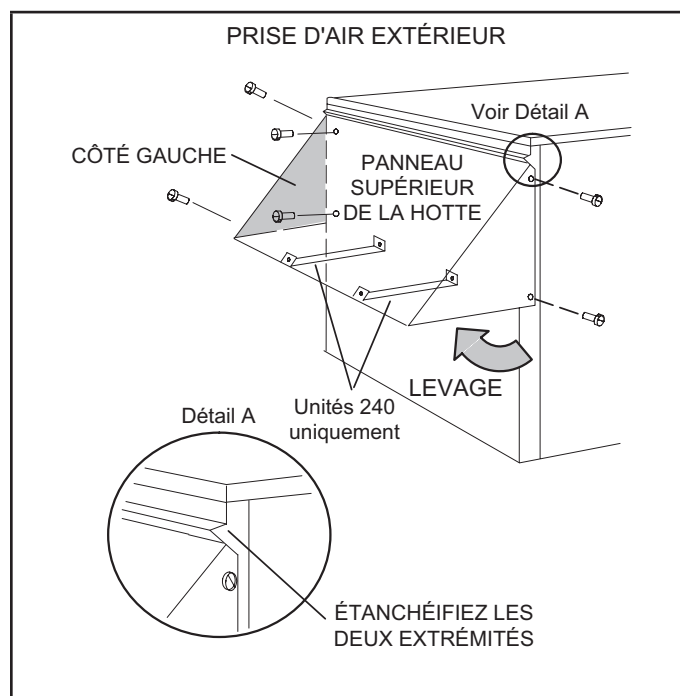
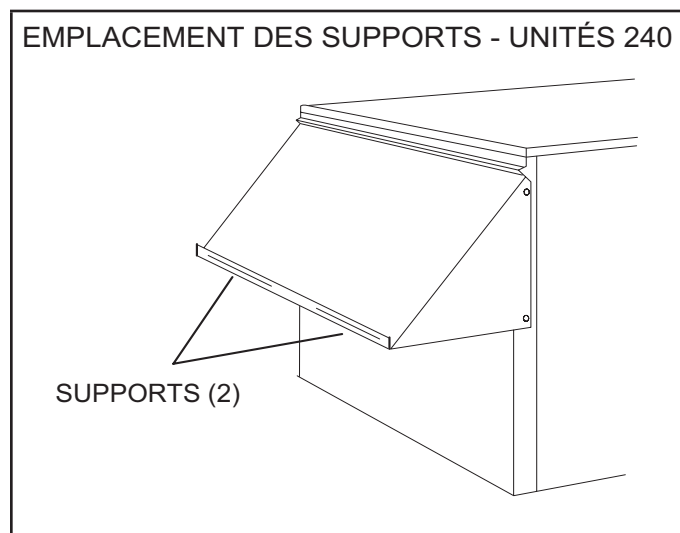

FIGURE 12
FIGURE 13
- 3 - Soulevez (tournez) le bas du panneau supérieur de la hotte et fixez le côté gauche au panneau supérieur de la hotte. Reportez-vous à la FIGURE 12.
- 6 - Unités 240 uniquement - Retirer les deux supports de la bride du panneau supérieur de la hotte. Reportez-vous à la FIGURE 13. Installez comme indiqué à la FIGURE 12.